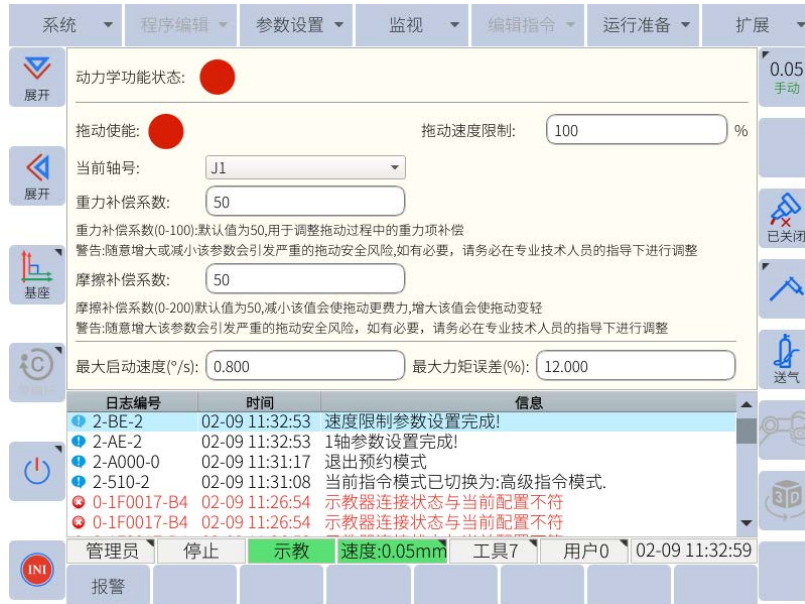

图 6-79: 拖动示教
1. 点击“运行准备 > 拖动设置”，进入拖动示教界面，如图 6-79 所示。